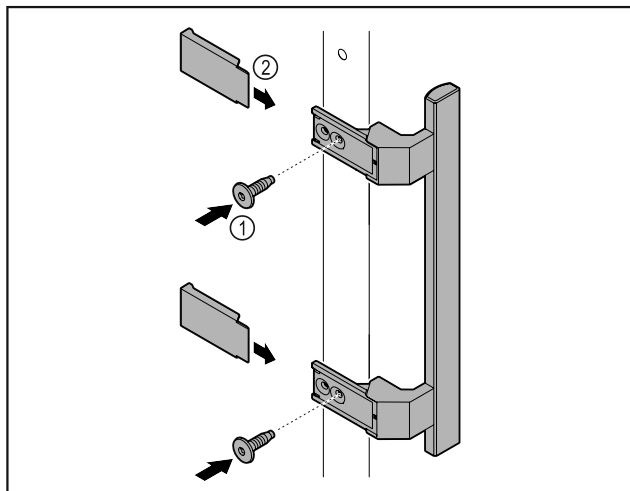

Fig. 8
- ▶ Upevnite držadlo z príslušenstva na dvere pomocou priložených skrutiek Fig. 8 (1).
- ▶ Nasadte kryt Fig. 8 (2).